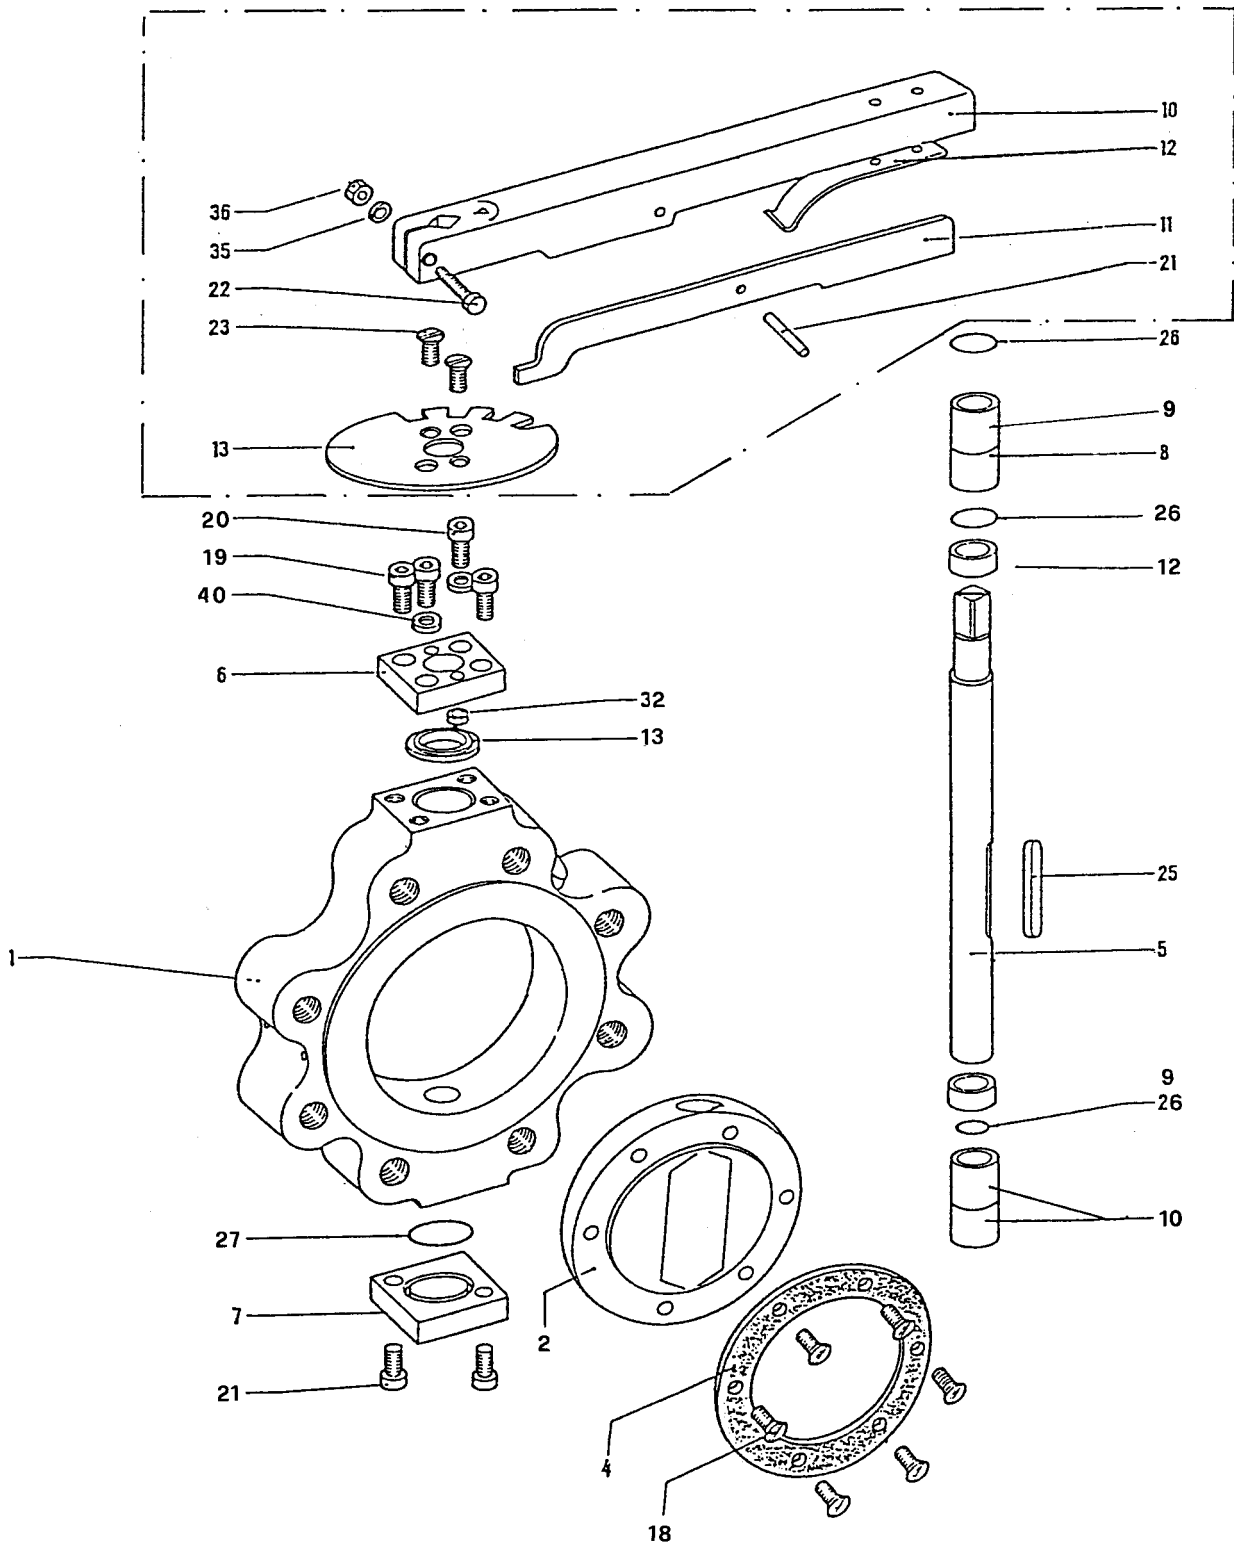

fig. 2
Per effettuare la sostituzione degli anelli di tenuta OR posti sull'albero e la guarnizione armata di tenuta posti sulla farfalla: si dovrà procedere allo smontaggio della valvola nel seguente modo (rif. fig. 2)
Pur remplacer les bagues d'étanchéité OR placées sur la tige et les garnitures armées d'étanchéité placées sur le papillon, on devra démonter la vanne de la façon suivante (réf. fig. 2 et 3):
In order to substitute the OR placed on the shaft and reinforced seal rings placed on the butterfly, it is necessary to disassemble the valve in the following way (ref. fig. 2 & 3)
La leva di manovra (10) fig. 2 per motivi di ingombro, viene fornita smontata e fornita a corredo della valvola.
Le levier de manoeuvre (10) fig. 2, à cause de son encombrement, est fourni démonté et avec la vanne.
De plus, le levier de manoeuvre et le disque de positionnement, en cas de nécessité, peuvent pivoter de 180°, ainsi que la vanne insérée dans la tubulure; pour effectuer cette opération, procéder de la façon suivante (fig. 2): dévisser les vis (23), ôter le disque
The operating lever (10), fig. 2 due to its dimensions, is supplied disassembled and with the valve.
In order to achieve this, please proceed as follows (fig. 2)
Per eseguirlo procedere come segue fig. 2: svitare le viti (23) sfilare il disco e ruotarlo di 180° in modo che le due viti (20) sporgenti dal coperchietto (6) entrino nelle apposite sedi predisposte nel disco di posizionamento. Quindi fissarlo con le apposite viti.